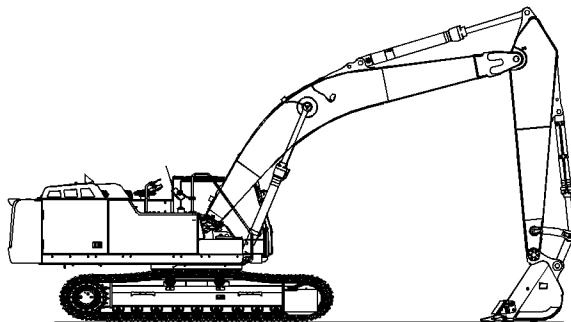

Fig. 416
15. Stil dernæst maskinen med udstyret som vist på fig. 416. Kontrollér maskinen for olielæk.